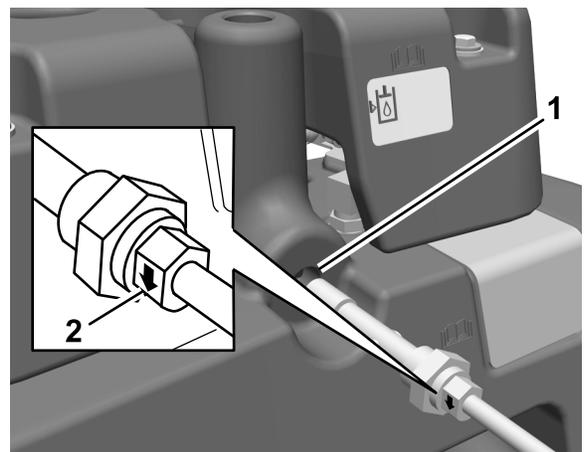

Figura 9
18. Rimuovete il tappo dal serbatoio idraulico principale (Figura 9).
19. Fate scorrere l'O-ring sul sensore di livello dell'olio idraulico e installate il sensore nel serbatoio idraulico (Figura 9).
Importante: Verificate che la freccia dell'indicatore su ambo i lati del dado di fissaggio del sensore di livello dell'olio idraulico sia rivolta verso il basso (Figura 9).